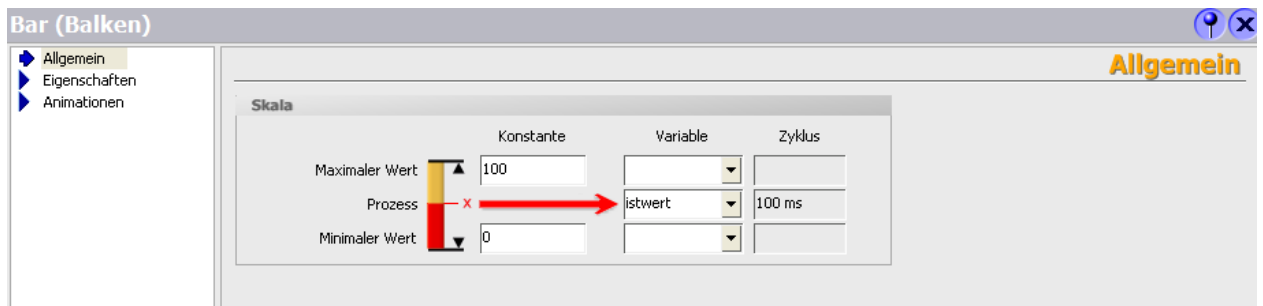

Рисунок 4.14 – Загальні властивості Balken
1) Натисніть два рази праву кнопку миші на **Balken (Werkzeuge → Basisobjekte → Balken)**. Так виглядає загальні властивості **Balken** (Рис. 4.14).